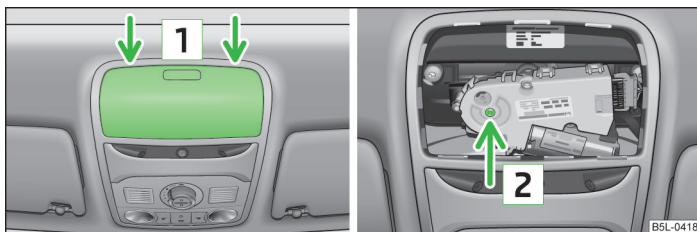

Fig. 23 Punto di attacco del cacciavite / Apertura per applicazione della chiave
- Inserire con cautela un cacciavite largo circa 5 mm nell'intaglio nei punti indicati con la freccia  » fig. 23.